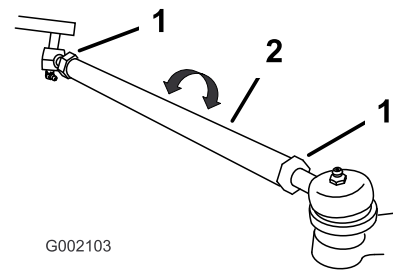

Bild 33
- Wenn der Wert nicht zwischen 0-6 mm liegt, lösen Sie die Klemmmuttern an beiden Ende der Zugstangen (Bild 33).